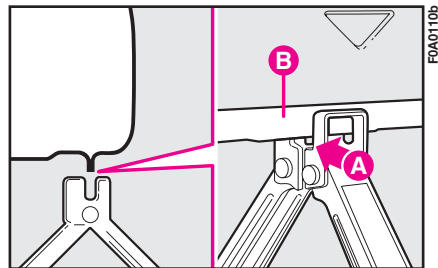

fig. 9
11) Inserire la manovella quindi azionare il cric in modo da distenderlo fino a quando la scanalatura **A-fig. 9** del